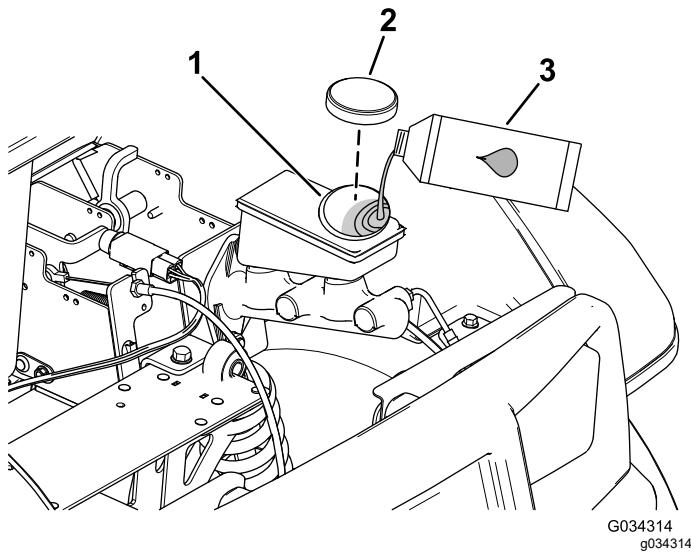

Рисунок 53
2. Поднимите капот, чтобы получить доступ к главному тормозному цилиндру и бачку (Рисунок 53).
- A. Очистите область вокруг крышки бачка и снимите крышку (Рисунок 53).
- C. Установите на место крышку бачка (Рисунок 53).